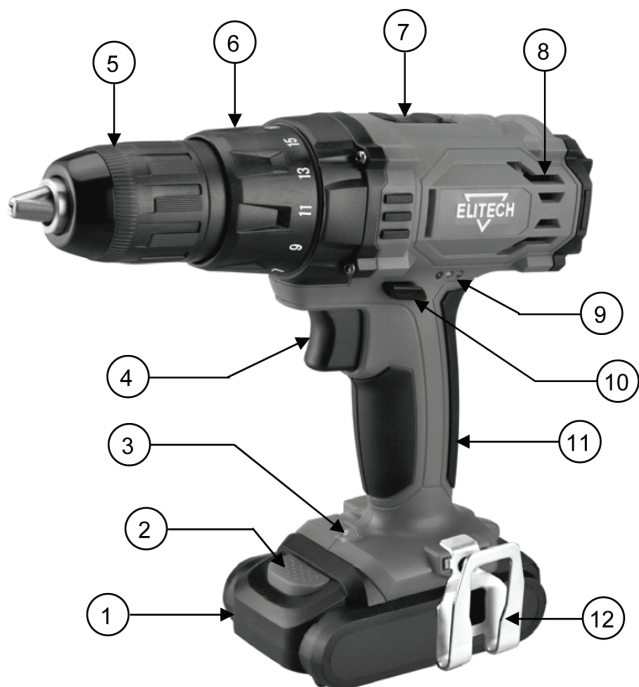

Рис. 1
- Извлеките аккумулятор 1 (Рис. 1) из прибора, нажав на кнопку разблокировки аккумулятора 2 (Рис. 1) и потянув аккумулятор из устройства.
1 способ: Нажмите на выключатель 4 (Рис. 1) и световые индикаторы 9 (Рис. 1) покажут уровень заряда.
Перед установкой аккумуляторного блока в инструмент, всегда проверяйте, что выключатель 4 (Рис. 1) работает надлежащим образом и возвращается в положение «ВЫКЛ», если его отпустить.
Данный инструмент имеет переключатель направления вращения 10 (Рис. 1). Для закручивания/вращения шпинделя по часовой стрелке нажмите на переключатель с правой стороны, против часовой – с левой стороны.
Для изменения скорости вращения шпинделя инструмента, сначала остановите инструмент, затем переведите рычаг переключения скорости вращения 7 (Рис. 1) в положение «2» для высокой скорости или в положение «1» для
Крутящий момент затяжки можно регулировать в 18 или 25 положениях, в зависимости от модели инструмента, путем поворота регулировочного кольца 6 (Рис. 1), чтобы его градации совмещались с указателем на корпусе инструмента. Крутящий момент затяжки минимален, когда цифра 1 совмещена с указателем, и максимален, когда цифра 18 или 25 совмещена с указателем.
Аккумуляторная дрель оснащена автоматической блокировкой шпинделя. Для замены рабочей оснастки поворачивайте втулку патрона 5 (Рис. 1) против часовой стрелки. Зажимные кулачки патрона разойдутся. Вставьте оснастку (сверло или биту) в зажимной патрон как можно глубже. Затем поворачивайте втулку патрона по часовой стрелке для затяжки кулачков патрона. Крепко затягивайте оснастку в патроне, чтобы она не вылетела из патрона в процессе работы.
Аккумуляторная дрель оснащена светодиодной подсветкой 3 (Рис. 1), которая активируется каждый раз, когда происходит нажатие на выключатель 4 (Рис. 1) и продолжает гореть в течение 3 секунд после того, как Вы отпустили выключатель. Луч света направлен на рабочую зону и освещает ее при недостаточном освещении.